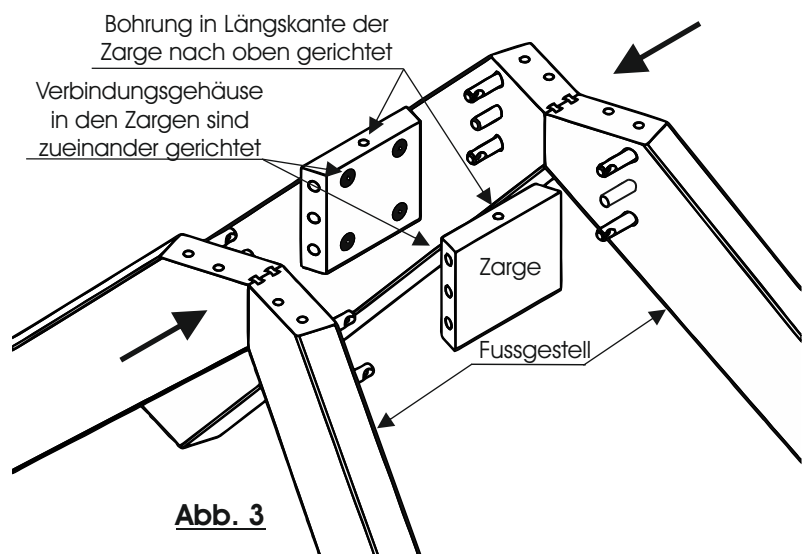

Abb. 3
4. Fügen Sie die beiden Gestelle und die beiden Zargen zusammen. Achten Sie darauf, dass die Verbindungsgehäuse zueinander stehen und dass die einzelne Bohrung in der Längskante der Zarge nach oben gerichtet ist. (Abb. 3)